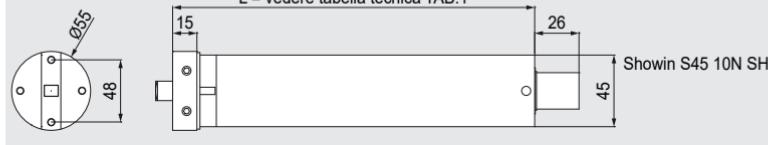

Fig. 2
- Inserire completamente il motore nel tubo avvolgitore (fig.2).
- Fissare il tubo avvolgitore con la puleggia di trascinamento con vite 4 x10 non in dotazione (fig.2).